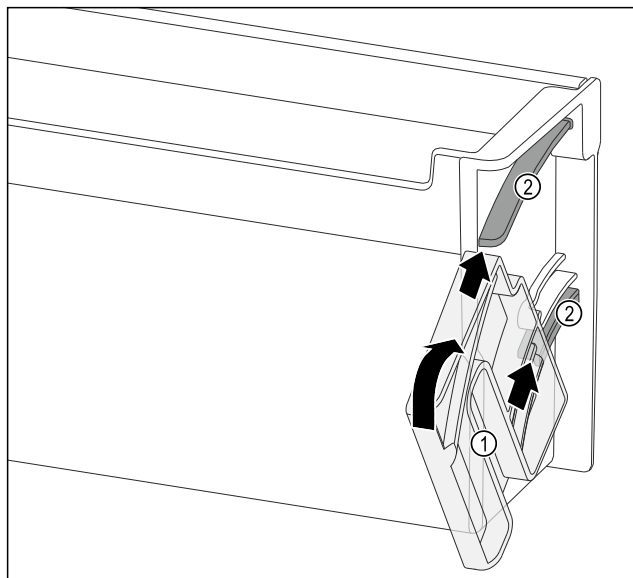

Fig. 121
- ▶ Vrtljivo enoto Fig. 121 (1) namestite tako, da so odprtine točno nasproti vodilnih kanalov Fig. 121 (2) vratne police.
- ▶ Vrtljivo enoto Fig. 121 (1) obrnite v navedeno smer.